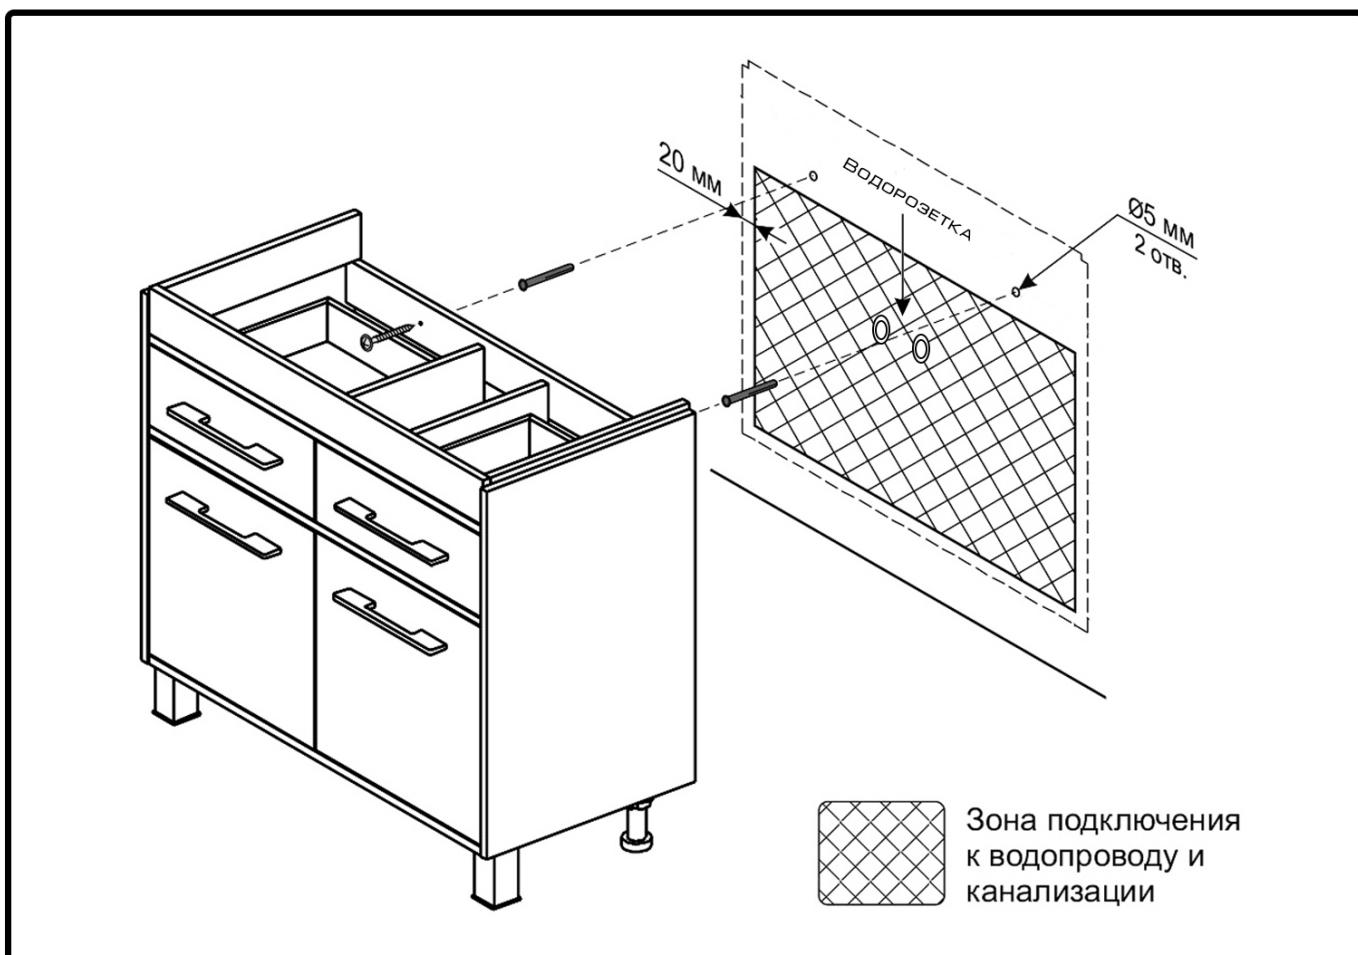

Рис.3 КРЕПЛЕНИЕ ТУМБЫ К СТЕНЕ
- Тумбочку необходимо закрепить на пару дюбелей к стене через заднюю стенку, во избежание смещения (**рис.3**).